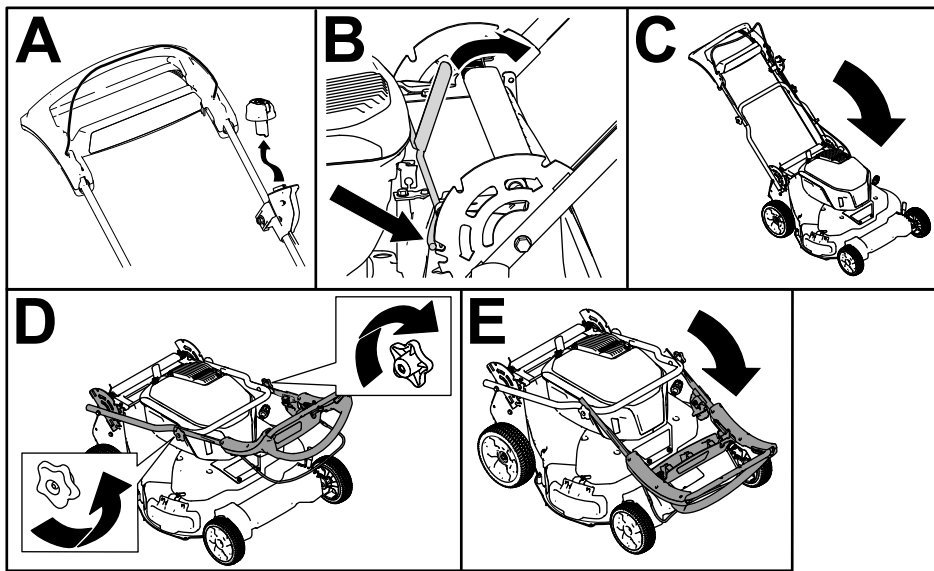

Figura 22
1. Retire el botón de arranque eléctrico (Figura 22, A).
2. Empuje hacia atrás de la palanca de bloqueo para desenganchar las clavijas de bloqueo del manillar (Figura 22, B).
3. Baje el manillar hacia la parte delantera de la máquina (Figura 22, C).
4. Afloje los pomos del manillar que sujetan el manillar superior (Figura 22, D).
5. Baje el manillar superior (Figura 22, E).